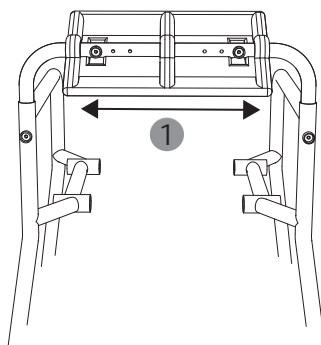

fig. 8
7. L'elemento intermedio dello schienale è allentato e si può regolare sulla larghezza desiderata (560/630/700 mm) portando le fiancate (1, fig. 8) sopra i tre fori del rispettivo lato. Nel regolare la larghezza della seduta fare attenzione a tenere lo schienale centrato.